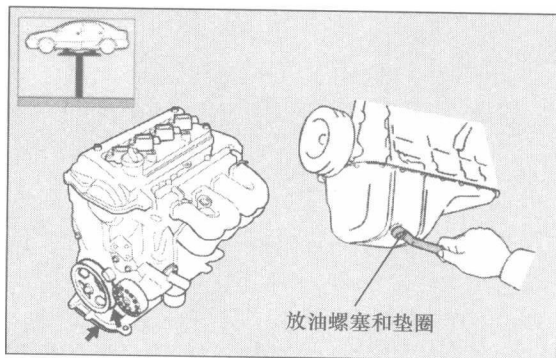

图 1-5 排放机油
(1) 举升车辆(图 1-5)。
(2) 检查下述区域有无漏油痕迹:曲轴前油封(图 1-5 箭头处);油底壳垫和放油螺塞;
(3) 拆下放油螺塞和密封垫圈(图 1-5), 将旧机油排入机油回收器内。
(4) 放完油后安装带新密封垫圈的放油螺塞, 根据维修手册的规定力矩拧紧。
(5) 更换机油滤清器。
(6) 用机油滤清器扳手拆下机油滤清器。
(7) 检查和清洁机油滤清器安装表面。
(8) 在新的机油滤清器密封垫圈表面涂上干净的机油。
(9) 用手将机油滤清器旋至密封圈与底座接触。
(10) 用机油滤清器扳手再紧固 3/4 圈。